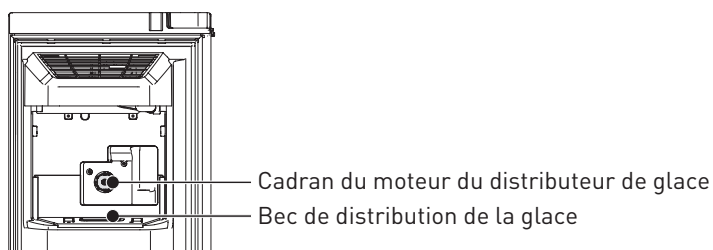

Figure 3
- Ne placez ni les mains ni aucun objet dans le bec de distribution de la glace pour éviter toute blessure physique et tout dommage infligé aux pièces du bac à glace. Pour éviter tout risque de blessure, ne touchez pas le cadran du moteur du distributeur de glace, illustré sur la **figure 3**, avec les mains.